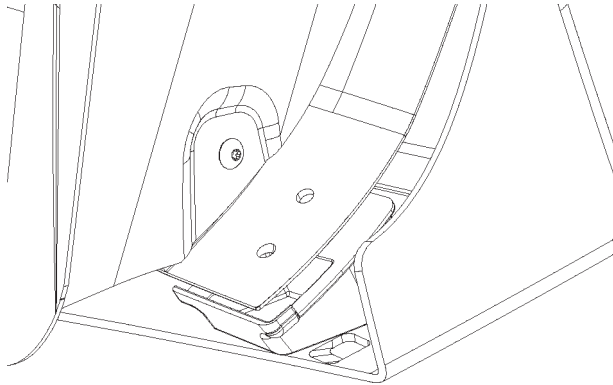

FIGURA 17
28. Introduzca el soporte del hueco de la rueda, entre el salpicadero y el difusor. Consulte la figura 17.